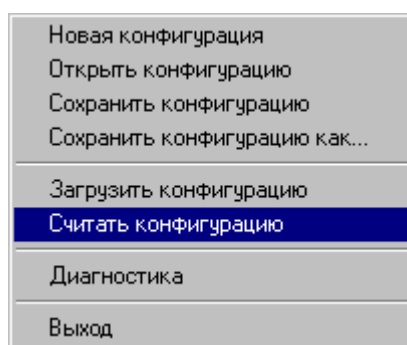

Рисунок 5.1
3. Выберите меню Файл->Считать конфигурацию (Рисунок 5.1)